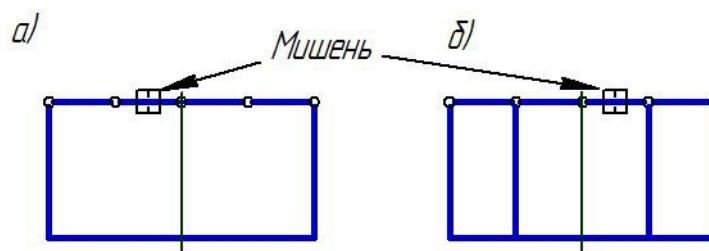

Рис. 1.28. Построение проекций ребер гайки
- 5. Постройте проекции ребер призмы (рис. 1.28):